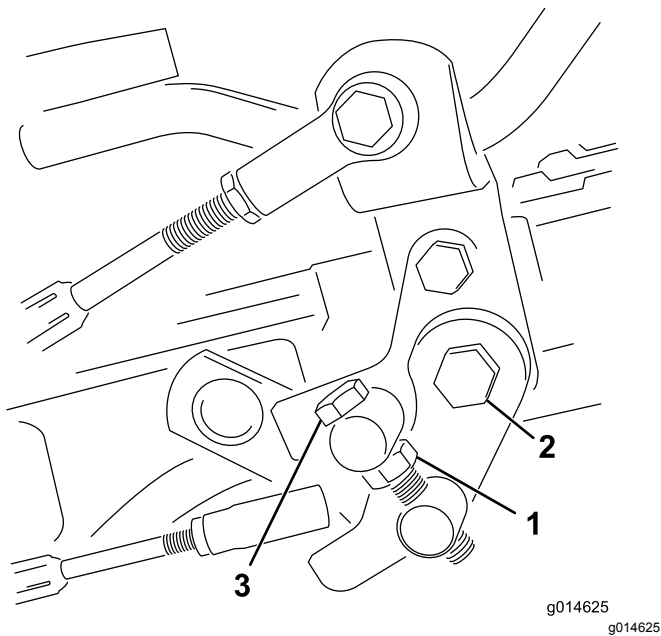

図 49
1. トラニオンボルトのジャムナットをゆるめる 図 49。
4. トラニオンボルトのジャムナット、およびペダルピボットのナットを締め付けて調整を固定する 図 49。調整を確認し、必要に応じて再調整する。